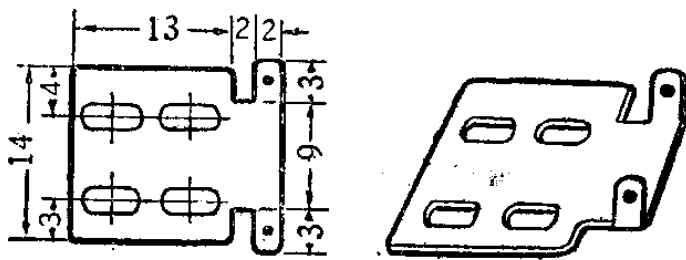

图 9-32
4. 銜鉄支架: 式样大小如图 9-32, 用黃銅片制成, 先剪好后折成